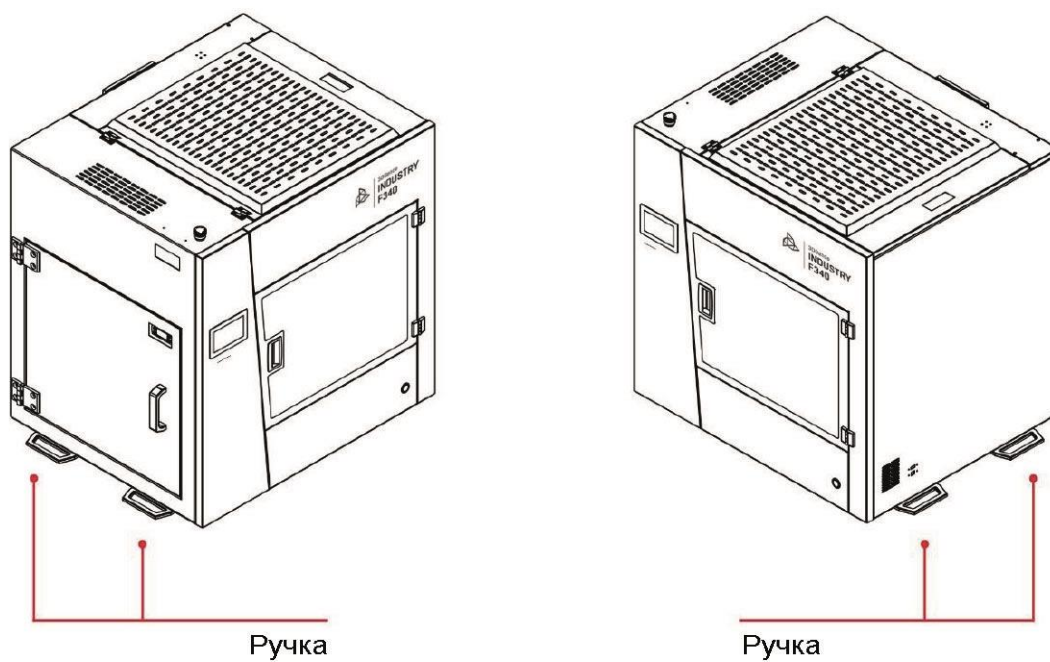

Рис. 4 Расположение ручек для удерживания принтера
- разрешается поднимать принтер только с помощью специально предназначенных для этого ручек (рис. 4, 5). Не поднимать принтер за другие элементы.